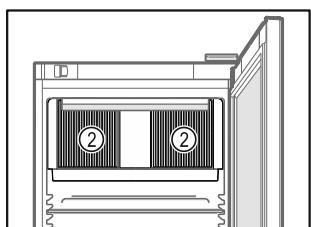

Fig. 61
- ❑ Дръжте вентилационите отвори Fig. 61 (2) на циркулационния вентилатор във вътрешността свободни.